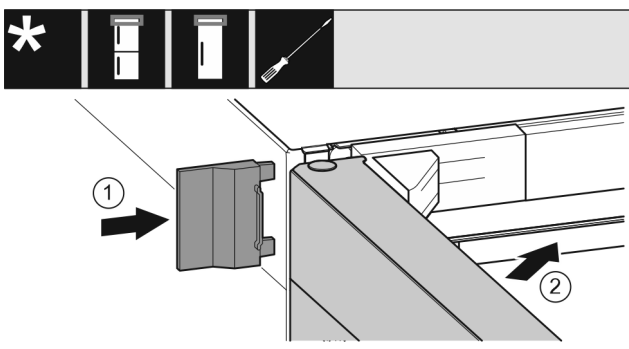

Fig. 24
- ▶ Desplazar la cubierta exterior. *Fig. 24 (1)*
- ▶ Cerrar la puerta superior. *Fig. 24 (2)*